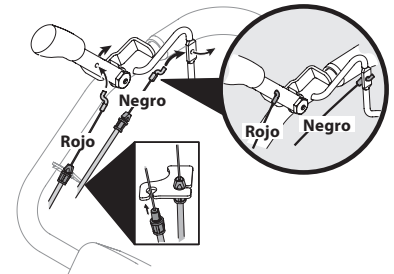

Figura 2
1. Encamine los dos cables a lo largo del conjunto de la manija por el lado derecho. Vea la Figura 2.
2. Conecte el cable de marcha atrás (Rojo) al control del cable de marcha atrás pasando el gancho en Z por el orificio del control del cable de marcha atrás de adentro hacia afuera. Consulte la Figura 2.
3. Conecte el cable de transmisión directa (Negro) al gancho del embrague pasando el gancho en Z por el orificio del gancho de afuera hacia adentro. Vea la Figura 2.
4. Calzar a presión las abrazaderas del alojamiento del cable en el montaje del cable de la unidad de la manija como se muestra aquí. La abrazadera roja (cable de marcha atrás) calza en la posición superior de la manija, y la abrazadera negra (cable de embrague/directa) calza en la posición inferior del conjunto de manija. Vea la Figura 2.